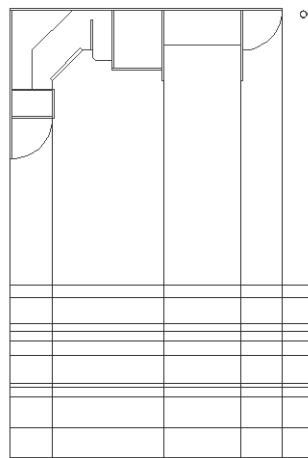

Рис. 8.7 ▼ Две линии продлены, левая линия скопирована для обозначения правой границы малой тумбы, а правая – для обозначения правой границы задней стенки
4. Выполните аналогичную операцию над правой вертикальной линией, обозначающей контур парты, скопировав ее в точку, которая представляет на чертеже правую границу задней стенки рабочей зоны, а затем продлите эту линию до нулевой высоты (рис. 8.7).